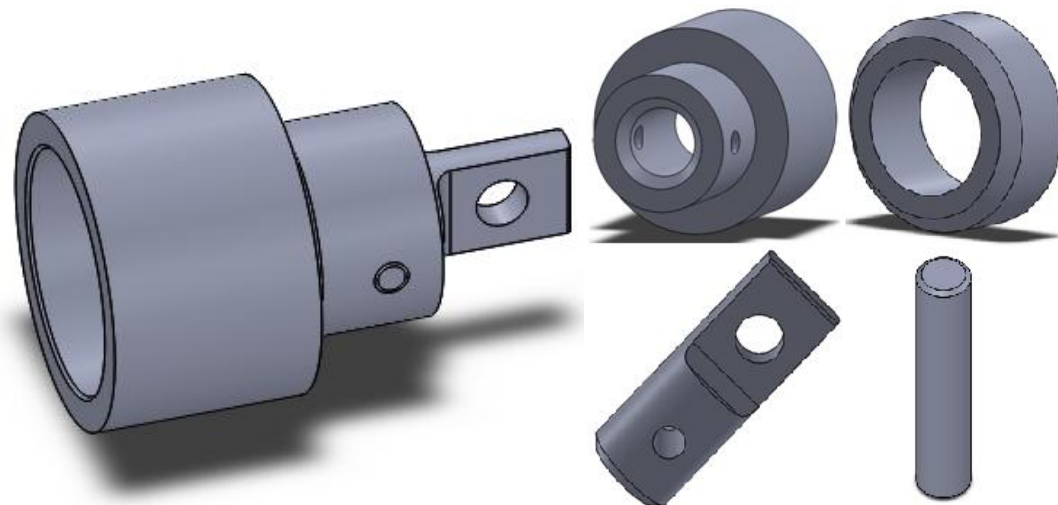

Рисунок. 5.3 – Модель збірки та деталі збірки
**Вихідні дані:** Необхідно побудувати збірку, що зображена на рис. 5.3